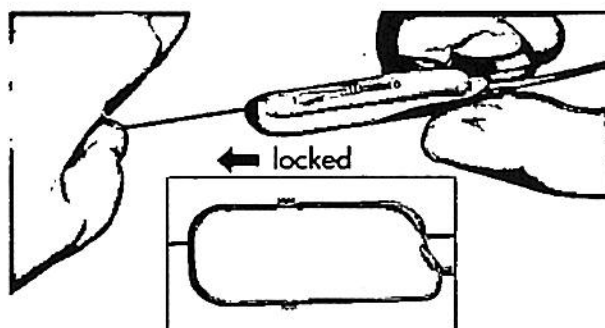

Figura 10. Sujeción del electrodo de ECP en el conector del cable de estimulación intraoperatoria 1x8
7. Empuje el extremo del electrodo de ECP en el puerto hasta que haga tope. Sujete el electrodo de ECP en su sitio mientras coloca la palanca de bloqueo en la posición de cierre (1) (Figura 10).